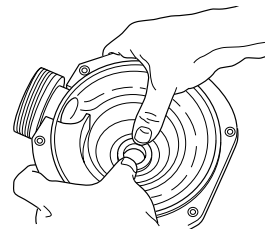

Figure 6
1. Le siège en céramique doit être propre et débarrassé de toute la saleté, graisse et poussière, etc. Humecter le joint de la coupelle en caoutchouc du siège en céramique avec un **peu** d'eau; enfoncer fermement le joint dans la cavité et bien le faire reposer avec la pression des doigts (voir la Figure 6).